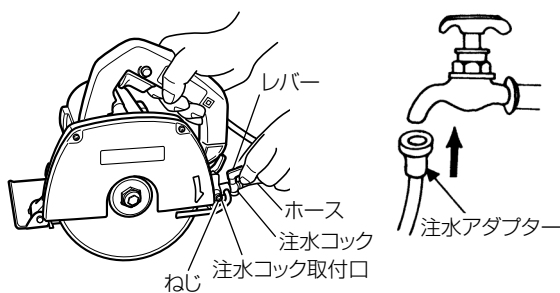

図 9
- (1) 別売部品の注水装置の注水コックを本体の注水コック取付口にさし込み、ねじで止めます。
- (2) 注水アダプターを水道のじゃ口に取り付けます。
- (3) 水道のじゃ口栓は、注水アダプターがはずれない程度に開き、水量調整は注水コックのレバーで行います。（図 9）